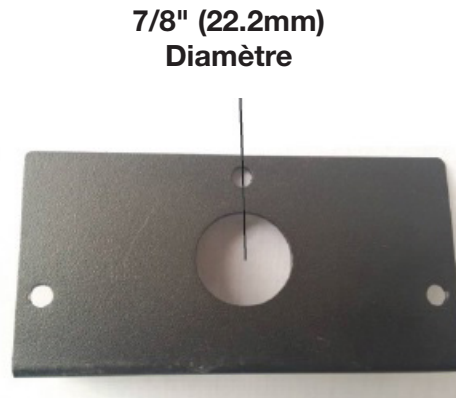

Fig. 2
- Enlevez le trou de 7/8" (22.2mm) dans la nouvelle plaque de recouvrement (fournie) (**Fig. 2**) et installez le connecteur à la boîte de jonction. Serrez le connecteur de boîte aux fils d'alimentation.